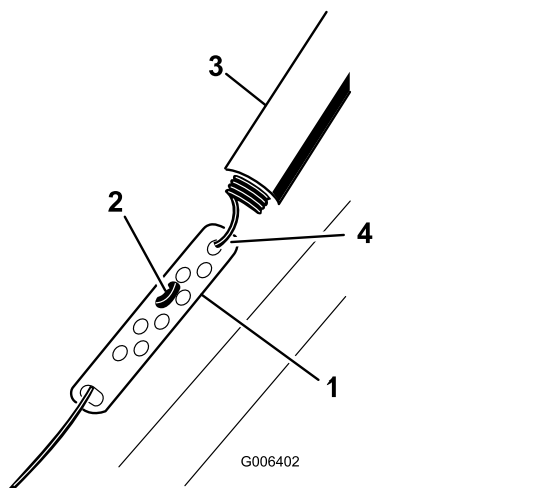

Figure 16
1. Remontez la protection du ressort et décrochez le ressort de la biellette de réglage (Figure 16).